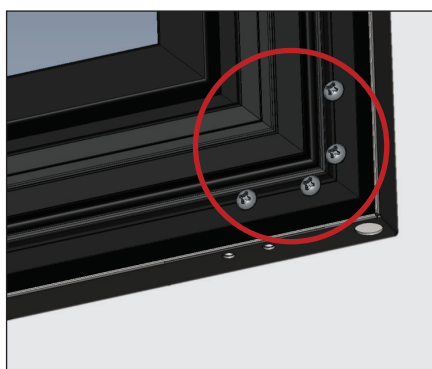

Fig. 8. Déplacez le matériel de l'étape 5 vers le côté opposé à son emplacement d'origine.
4. Insérez les vis dans les trous opposés à leur emplacement d'origine. Voir fig. 8.